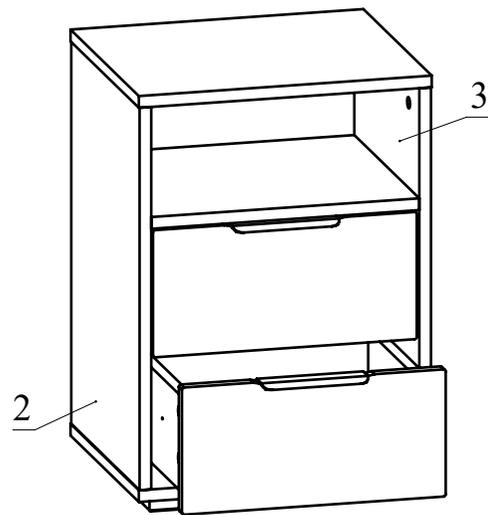

Рис.11
9. Установите ящики в корпус тумбы (Рис. 11).